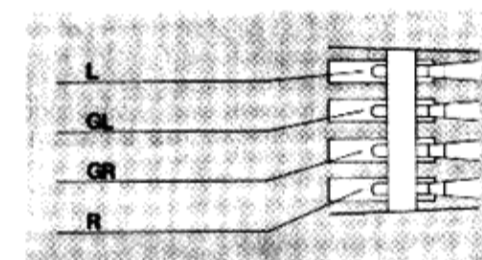

Fig. 16
3. Die Anschlüsse am Systemträger und Tonabnehmersystem sind gekennzeichnet (Fig. 16). Verbinden Sie die Anschlußlitzen des Systemträgers mit den entsprechenden und gleich gekennzeichneten Anschlußstiften des Tonabnehmersystems.
3. Les connexions sur le porte-cellule et la cellule sont repérées. Reliez les cordons du porte-cellule aux broches de la cellule portant le même repère (Fig. 16).
3. The connection inputs on the cartridge holder and on the cartridge are color coded. Connect the leads on the cartridge holder to the correspondingly coded connection pins of the cartridge (Fig. 16).